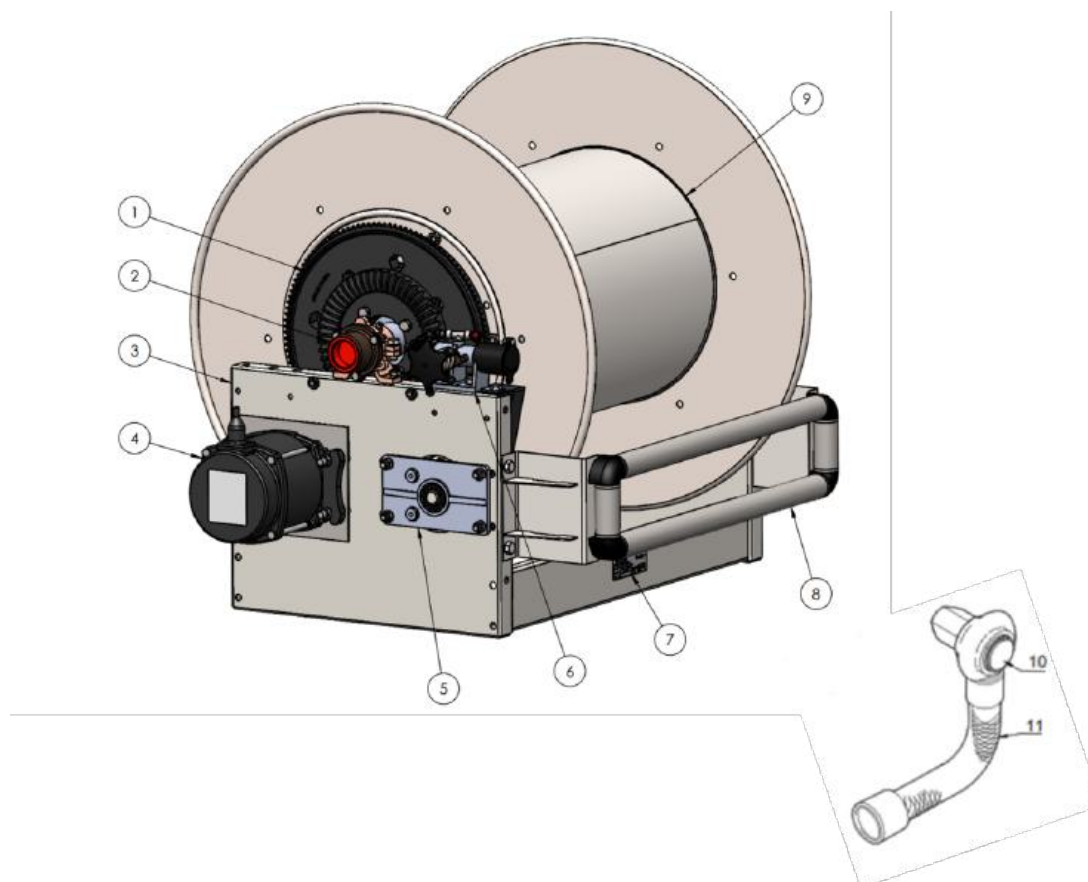

Figura 3 - Enrollador eléctrico de manguera (Protector de cadena desmontado)
- 3.2.2.1 El enrollador de manguera básico consta de un conjunto de tambor colocado en el centro y soportado por dos cojinetes en el bastidor del enrollador de manguera, véase **Figura 3 - Enrollador eléctrico de manguera**.